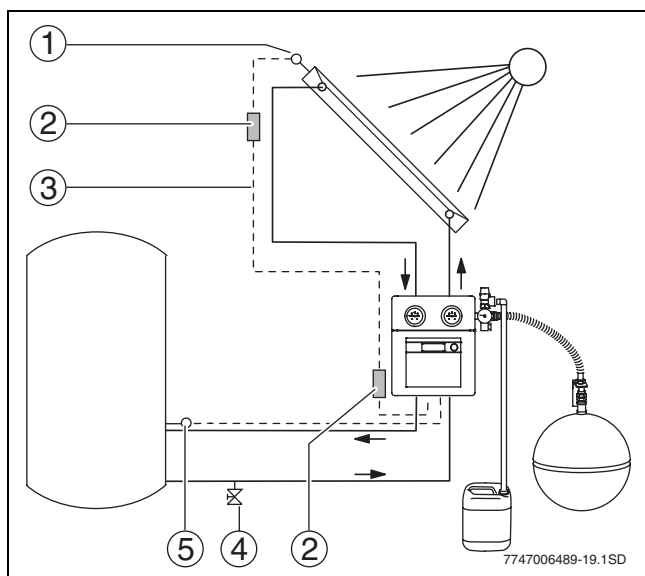

Fig. 12 Sondes de température de capteur et de préparateur sur la station solaire avec régulateur intégré
- Monter un dispositif de vidange sur la conduite de retour au point le plus bas de l'installation solaire (té de raccordement avec robinet de remplissage et de vidange, → figure 12, (4)).